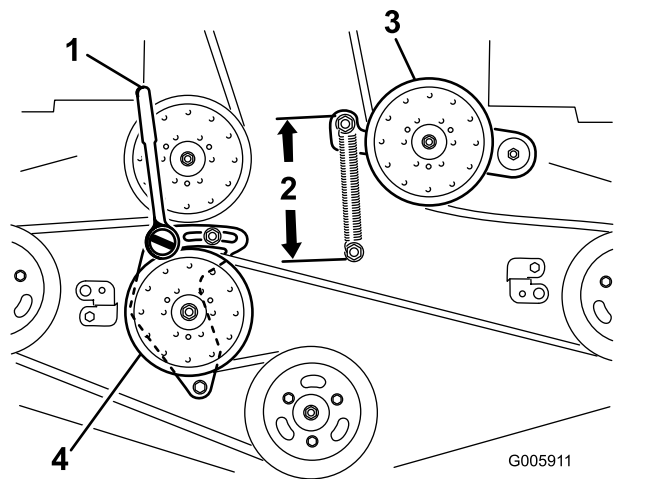

Figura 60
6. Allentate il braccio di rinvio fisso e regolate per scaricare la tensione della cinghia (Figura 60).
9. Inserite un cricchetto con un'estensione ridotta o una barra idonea nel foro quadrato nel braccio di rinvio fisso (Figura 60).
11. Per aumentare la tensione della cinghia, ruotate il cricchetto o la barra idonea in senso antiorario per spostare il braccio di rinvio fisso fino a creare uno spazio di 16,5 cm tra i ganci delle molle (Figura 60).